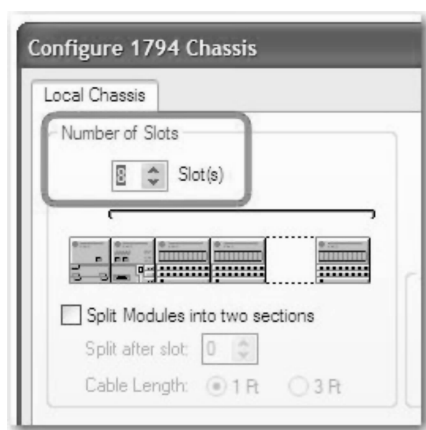
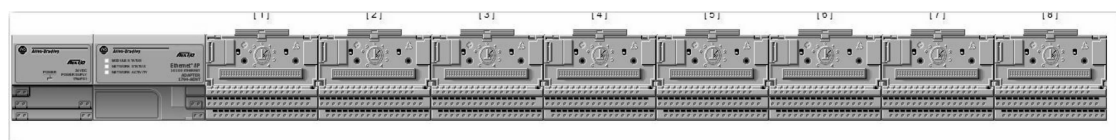

图 26-171 机架组态
图 26-172 八个插槽
6. 在“组态机架”（Configure Chassis）对话框中，将插槽数设置为 8，然后单击“确定”（OK），如图 26-171 所示。IAB 会将插槽添加到机架中，如图 26-172 所示。